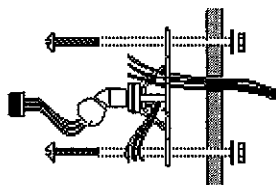

Fig. 1
5. Insérer la tresse de conducteurs basse tension entre les pattes de la platine de fixation. Fixer la platine au mur ou au plafond. Fixer la platine de montage au mur au moyen de boulons et d'écrous tel qu'illustré à la figure 1.